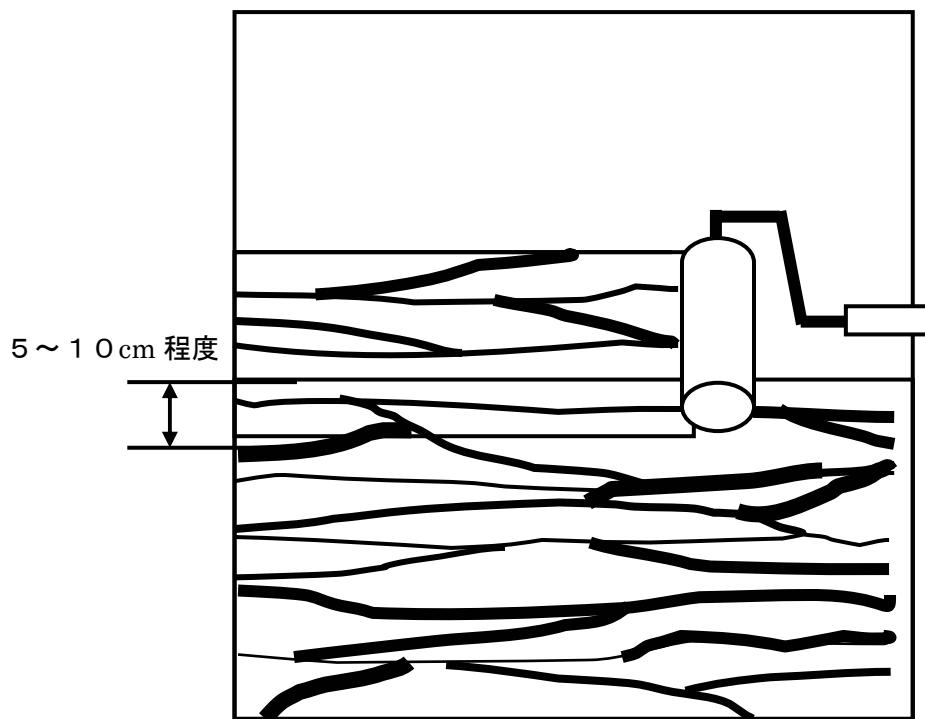

図3
- ・配り塗りしたJP(W)-100が乾燥しないうちに、JR-186を横方向に転がしパターン付けを行ってください(図3)。
- 隣のパターンと5~10cm程度、交差するようにローラーを転がしてください。(図3)